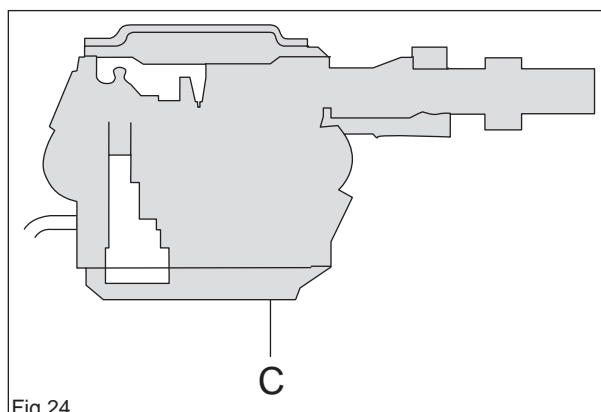

Fig 24
C'est dans l'unité de pompage (C) que le carburant est pompé depuis le réservoir vers le système de dosage du carburateur. Un côté de la membrane de la pompe est relié au carter moteur et ondule au rythme des changements de pression dans le carter moteur. L'autre côté de la membrane pompe le carburant (voir la figure 24).